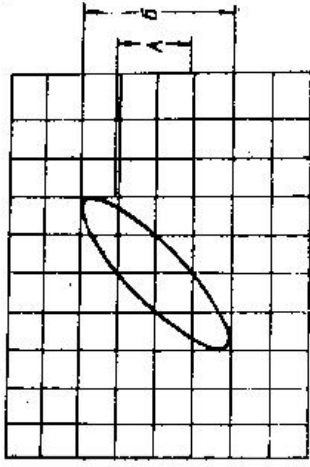

Рис. 9. Измерение разности фаз (X→Y).
- измерьте расстояние А и Б, как показано на рис. 9. Расстояние Б — максимальное отклонение по вертикали;